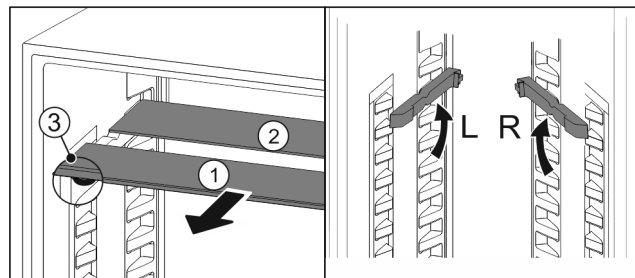

Fig. 98
- ▶ Sortir les tablettes par l'avant Fig. 98 (1).
- ▷ La tablette en verre Fig. 98 (1) avec bordure décorative est située à l'avant.
- ▷ Les butées Fig. 98 (3) sont orientées vers le bas.